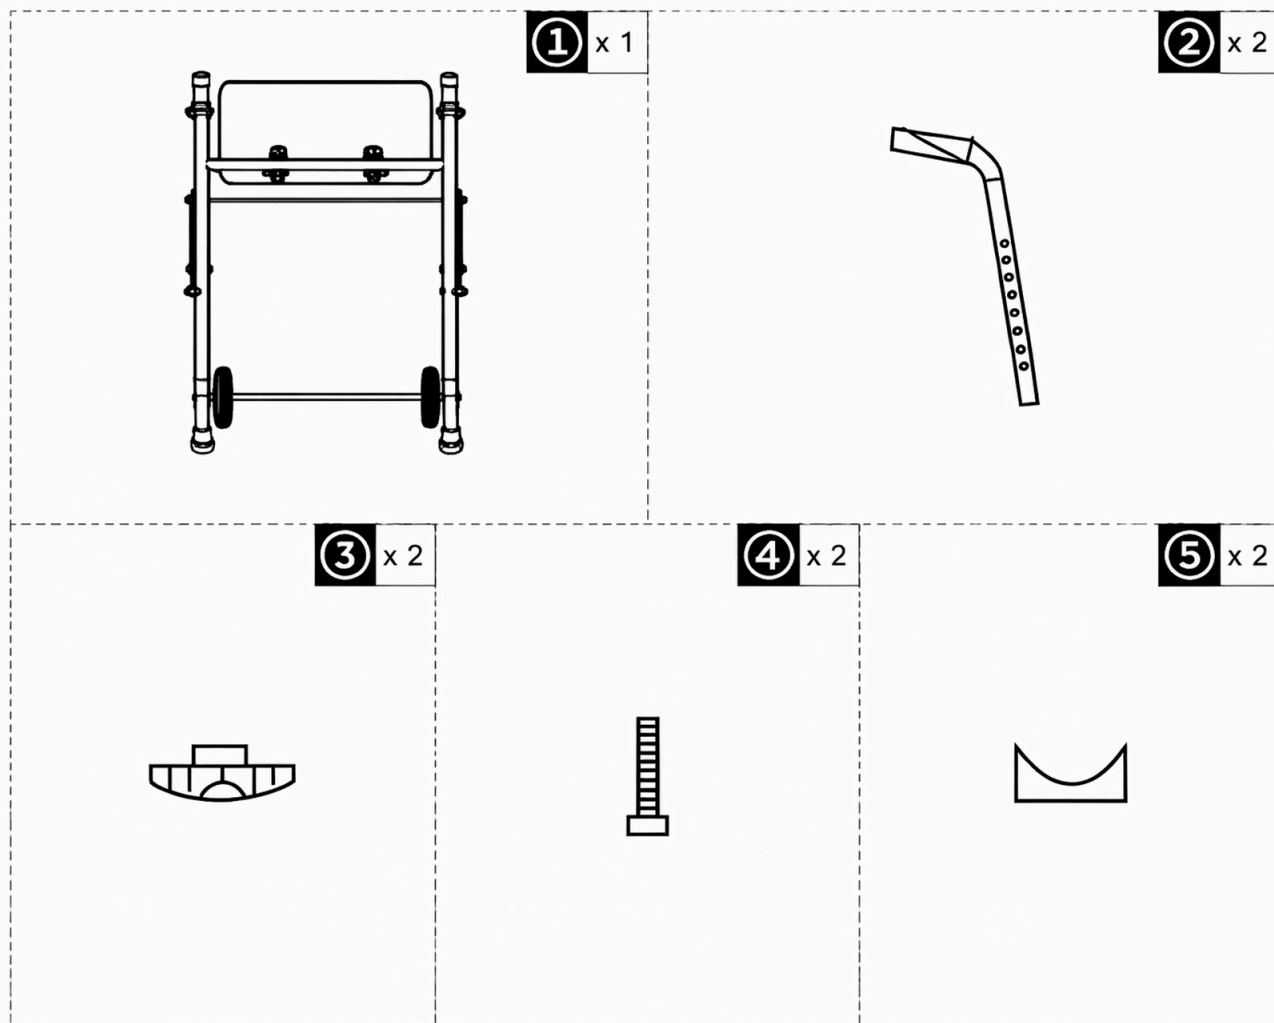

Figure 1
I. Préparation avant le montage : Après avoir ouvert la boîte d'emballage, utilisez des ciseaux pour couper les attaches en plastique et le film à bulles. Veillez à protéger toutes les pièces à l'intérieur de la boîte. Si le montage se fait au sol, placez du carton ou un tapis au sol pour éviter les rayures. Identifiez et organisez correctement toutes les pièces et tous les composants. Retirez le carton intérieur et sortez les pièces, en les disposant proprement. Les pièces détachées dans la boîte d'emballage sont illustrées à la Figure 1 :
II. Instructions d'assemblage (veuillez vous référer aux noms et numéros des pièces de la Figure 1) :